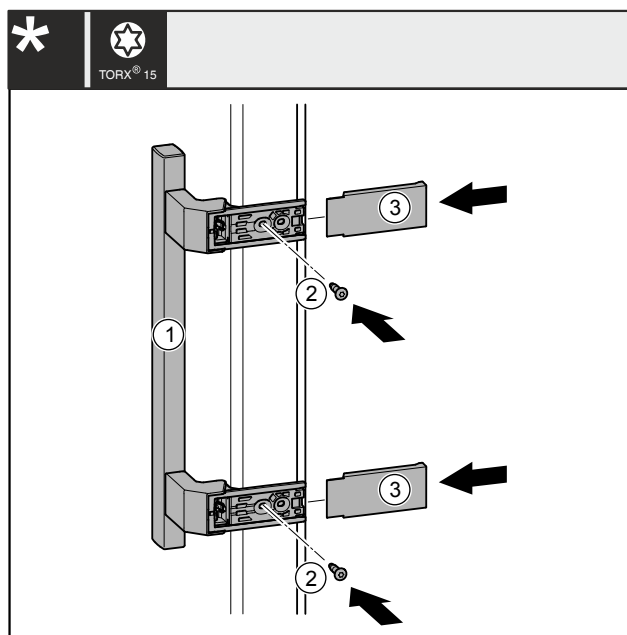

Fig. 41
- Påsæt grebet Fig. 41 (1) på den modsatte side.
- Skru skrueene Fig. 41 (2) fast med en skruetrækker.
- Påsæt afdækningerne Fig. 41 (3) på siden, og skub dem på plads, så de går i indgreb.